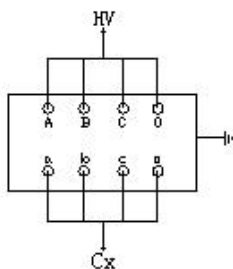

图 6-9 变压器正接法
- (1)：正接法、电压为 10KV、一次绕组对二次绕组、接线见图 6-9